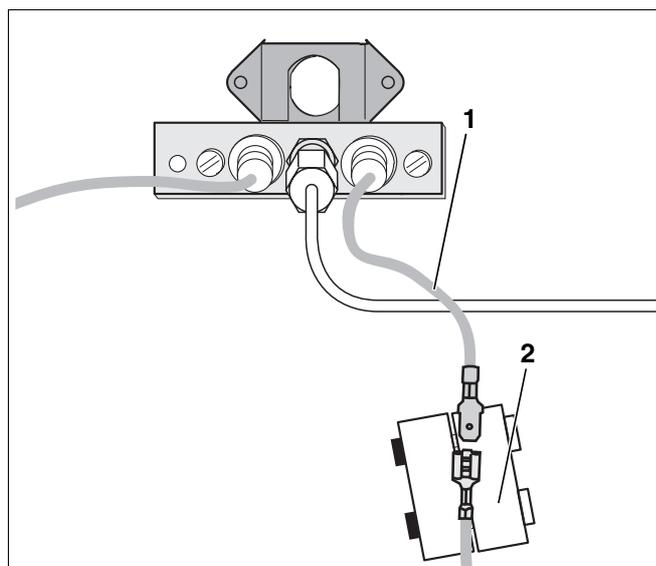

Fig. 11 Rimuovere l'isolamento di protezione
- Rimuovere l'isolamento di protezione (fig. 11, **pos. 2**) dal cavo di controllo (fig. 11, **pos. 1**) e la connessione a spina.